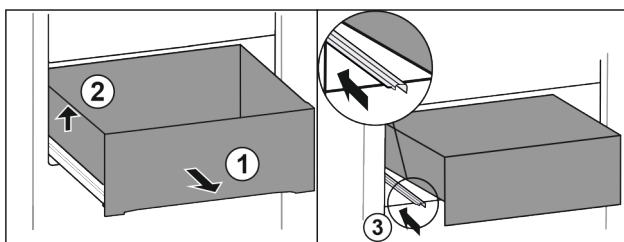

Fig. 74
- Вытяните выдвижной ящик до упора. Fig. 74 (1)
- Приподнимите выдвижной ящик слева. Fig. 74 (2)
- Вставьте левую направляющую. Fig. 74 (3)